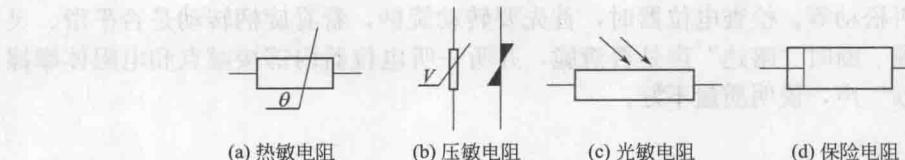

图 1-4 几种特殊电阻的电路符号
(1) 热敏电阻 热敏电阻器是一种用半导体材料制成的测温器件，它的热敏材料是用锰、镍、钴等多种金属氧化物粉末按一定比例混合烧结而成，目前广泛应用的是正温度系数热敏电阻和负温度系数热敏电阻。电路符号如图 1-4 (a) 所示。
（2）压敏电阻 压敏电阻是利用半导体材料的非线性特性制成的一种特殊电阻器。当压敏电阻两端施加的电压达到某一临界值（压敏电压）时，压敏电阻的阻值就会急剧变小。压敏电阻的电路符号如图 1-4（b）所示。
（3）光敏电阻 有些半导体（如硫化镉等）在黑暗的环境中，其电阻值是很高的。当受到光照时，光子能量将激发出电子，导电性能增强，使阻值降低。且照射的光线愈强，阻值也变得愈低。这种由于光线照射强弱而导致半导体电阻值变化的现象称为光导效应。光敏电阻是利用半导体光导效应制成的一种特殊电阻器。它是一种能够将光信号转变为电信号的器件。用光敏电阻制成的器件又叫作“光导管”，是一种受光照射导电能力增加的光敏转换元件。光敏电阻的电路符号如图 1-4（c）所示。根据制作光敏层所用材料的不同，光敏电阻可以分为多晶光敏电阻器和单晶光敏电阻器。根据光敏电阻的光谱特性，又可分为紫外光光敏电阻器、可见光光敏电阻器以及红外光光敏电阻器。
保险电阻一般以低阻值（几欧至几十欧）、小容量（ $1/8\sim 1W$ ）为多。它可用于电源电路中，电路符号如图 1-4（d）所示。